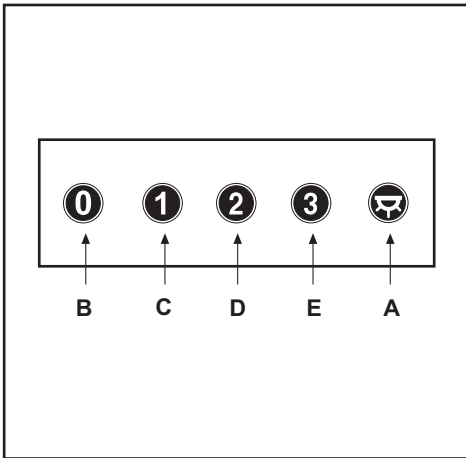

Fig.6
• **Comandi:**(Fig.6) **meccanici** la simbologia è di seguito riportata: